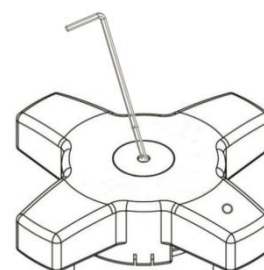

图3
3. 用内六角扳手，将内部阀杆顺时针拧紧锁定最大开度（见图3）